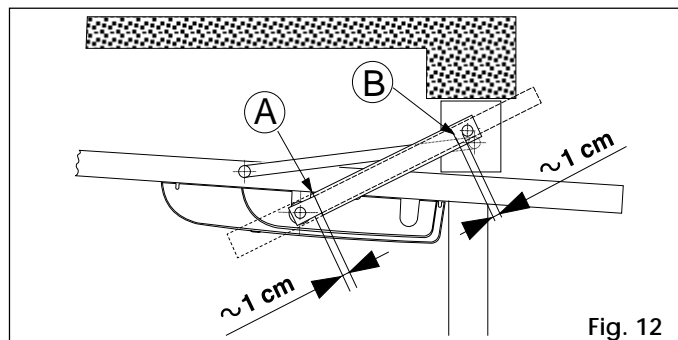

Fig. 12
• **bras droits (Fig. 12)**
Simuler le positionnement du bras télescopiques comme indiqué Figure 12. Couper la gaine au point A et le bras au point B.